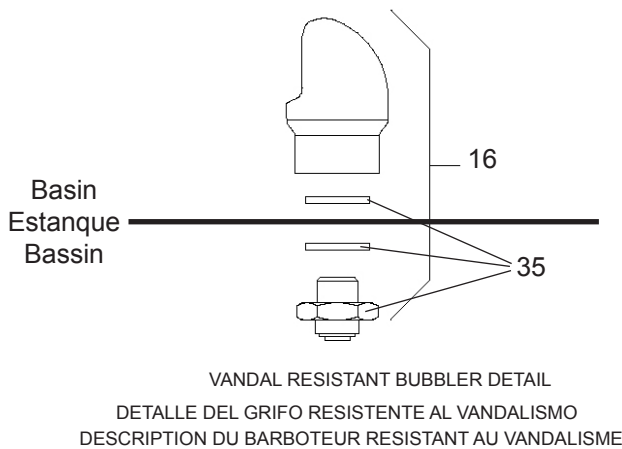

Fig. 3
- 8) Stream height is factory set for 45-50 PSI supply. If supply pressure varies greatly from this, readjust stream height to approximately 1-1/2" (38mm) above the bubbler guard by turning adjustment screw, accessible by removing front push panel, (see Fig. 3 & 5).
- 9) Replace the front panel and secure by retightening four (4) screws.
- 8) Altura del chorro viene configurado de fábrica para el suministro de 45-50 PSI. Si la presión del suministro varía demasiado de este valor, reajuste la altura del chorro a aproximadamente 1-1/2" por encima del protector del borboteador dando vuelta al tornillo de ajuste sacando el panel frontal de empuje, (vea Fig. 3 y 5).
- 9) Vuelva a colocar el panel frontal y asegúrelo apretando nuevamente los cuatro (4) tornillos.
- 8) Hauteur de flux est réglé en usine pour la fourniture de 45 à 50 lb/po². Si la pression varie beaucoup de ce point, ajustez le niveau à nouveau à environ 1-1/2" (38mm) au-dessus du protège-barboteur en tournant la vis de réglage du régleur que l'on trouve en retirant le panneau, (voir fig. 3 et 5).
- 9) Remplacez le panneau avant et fixez le en place en resserrant les quatre (4) vis.